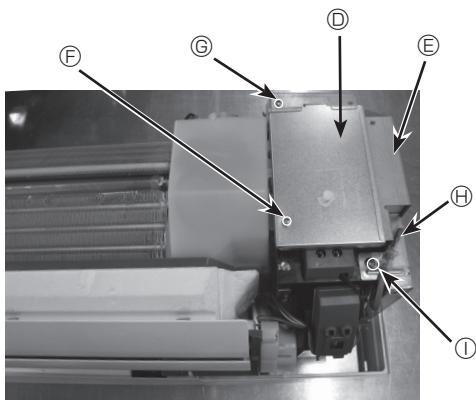

Fig. 6-4
5. Retirer la thermistance TH1 de température ambiante. (Fig. 6-4)
6. Retirer les couvercles du boîtier électrique (vis  $4 \times 12$ ). (Fig. 6-4)